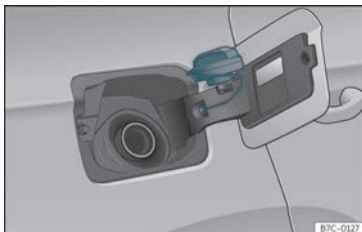

Fig. 181 Tapa do depósito co tapón encaixado.
- Colóqueo no espazo que hai na bisagra da tapa aberta»» fig. 181.